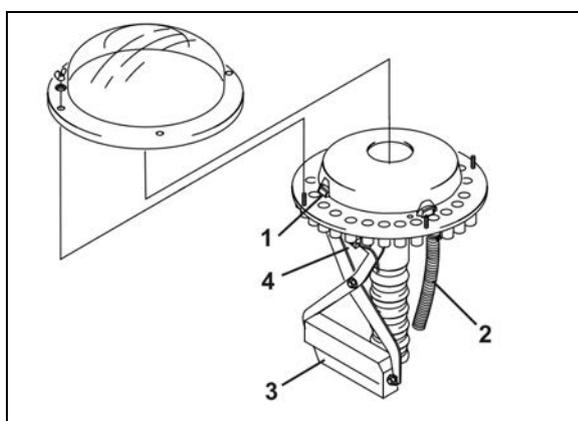

Fig. 67
- la commutation de voie de jalonnage bloque au niveau de la tête de distribution, via les clapets (Fig. 67/1), la distribution de semences vers les conduites de descente (Fig. 67/2) des socs jalonneurs
L'acheminement des semences aux socs jalonneurs est interrompu dès que le moteur électrique (Fig. 67/3) obture les conduites de descente de semences correspondantes (Fig. 67/2) dans la tête de distribution.
Un capteur (Fig. 67/4) vérifie si les clapets (Fig. 67/1), qui ouvrent et ferment les conduites de descente de semences (Fig. 67/2), fonctionnent correctement.